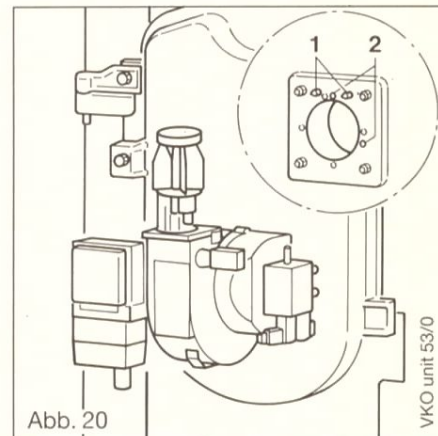

Abb. 20
- Siehe Abb. 20. Nach einer Wartezeit von ca. 45-60 Sek. kann an der Entriegelungstaste in der Schaltleiste entriegelt werden.
Legende zu Abb. 20
4) siehe Abbildung 20